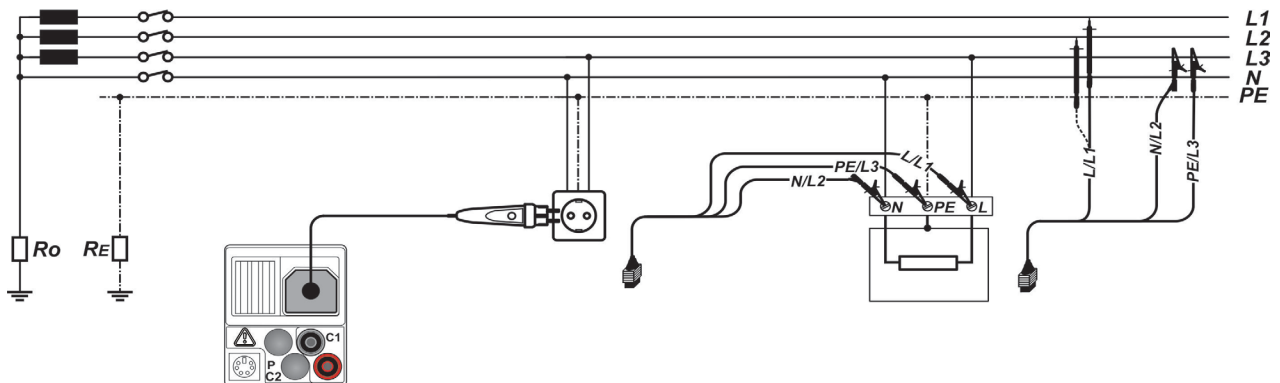

Abbildung 5.28: Anschluss des optionalen Commander-Prüfsteckers (044149) und der 3-Leiter-Prüfleitung - Abbildung am Beispiel des IT 130
- Kontaktieren Sie die Prüfleitungen an das Prüfobjekt. (siehe Abbildung 5.28)